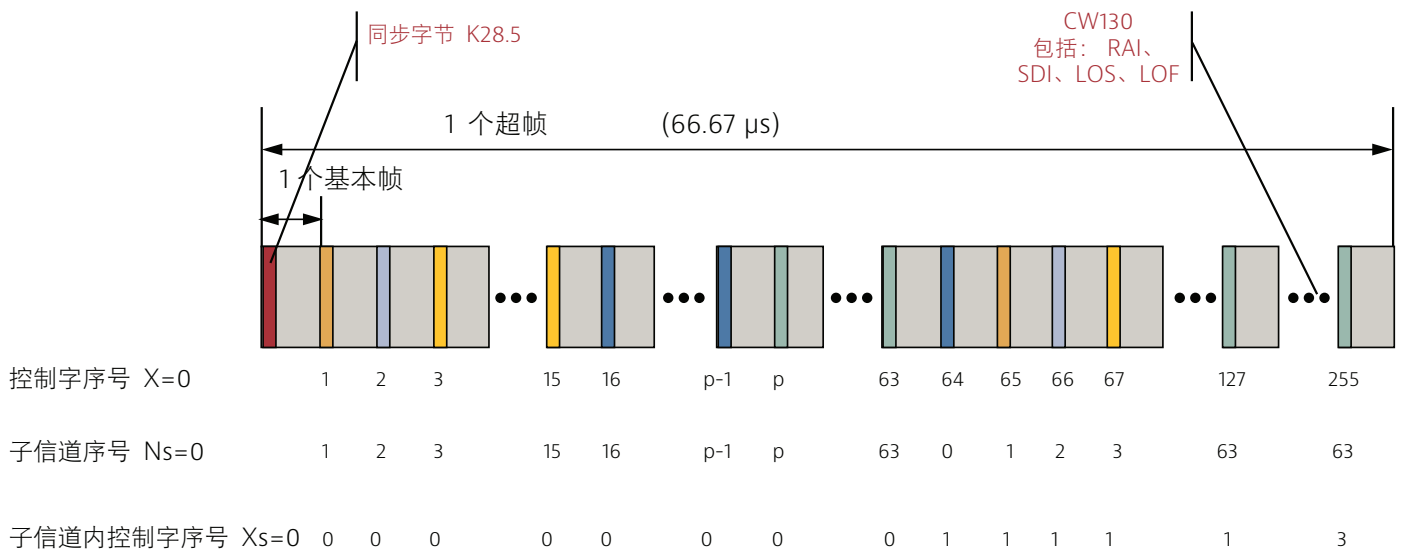

图 5. CPRI 帧结构
如图 5 所示，CPRI 信号是由可组合为超帧的基本帧 (BF) 组成。每个基本帧包含 16 个字。字长范围在 8 位和 128 位之间，取决于 CPRI 线路速率；线路速率越高，字越长。在物理传输字之前，根据以太网 IEEE 802.3 标准，对字进行 8b/10b 编码处理。